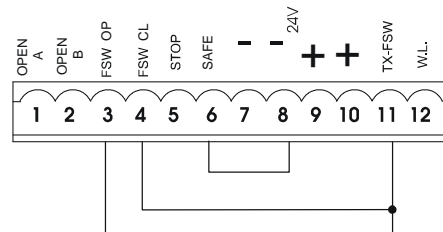

Fig. 26
N.B. Si on n'utilise aucun dispositif de sécurité, ponter les bornes d'après la fig. 26.
Nota bene: Si on ne connecte aucun dispositif de sécurité en ouverture, ponter les entrées **FSW OP** et **-TX FSW** (fig. 26).
Nota bene: Si on ne connecte aucun dispositif de sécurité en fermeture, ponter les bornes **FSW CL** et **-TX FSW** (fig. 26).
Nota bene: Si les dispositifs de sécurité bord ne sont pas connectés, ponter les entrées **SAFE** et **-**. (fig. 26).